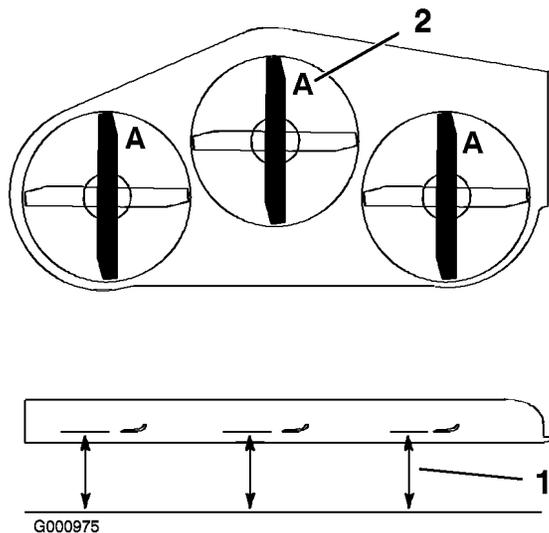

Figure 77
3. Tournez les lames dans le sens longitudinal (Figure 77). Mesurez la distance entre la surface plane et le tranchant (position **A**) des lames (Figure 77) et notez cette valeur.